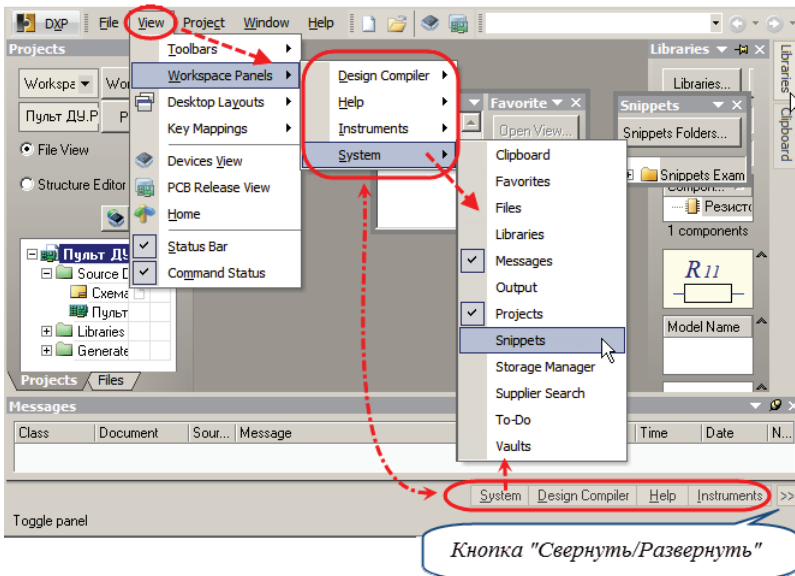

Рис. 1.7. Активация рабочих панелей из системного меню и строки статуса
Для удобства работы рабочие панели объединены в категории, доступ к которым возможен либо из системного меню **View** (Вид), либо из строки статуса, как показано на рис. 1.7. Для активации рабочей панели нужно открыть соответствующую
щую категорию и установить флажок справа от названия рабочей панели, щелкнув ЛКМ по нему. Для примера на рис. 1.7 показана активация панели **Snippets** (Фрагменты).
1. Щелкните ЛКМ по кнопке **System** (Система) в строке статуса, как показано на рис. 1.7. Если в строке статуса кнопки рабочих панелей не видны, нажмите кнопку $\ll<$ (Развернуть), расположенную в правой части строки статуса.